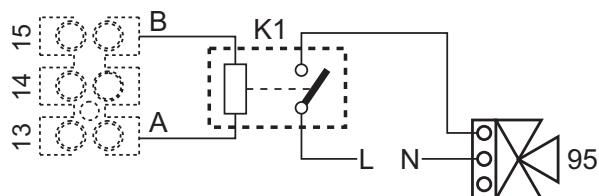
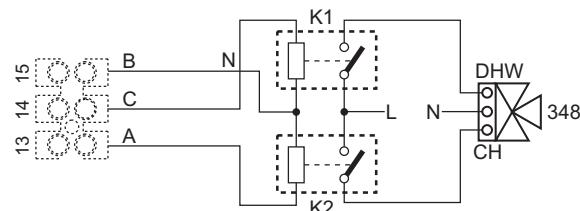

рис. 92- Подключение 3-х ходового клапана с 2 проводами
рис. 93- Подключение 3-х ходового клапана с 3 проводами
**ВНИМАНИЕ:** для подключения 3-ходового клапана (клеммы 13–14–15) см. схемы рис. 92 и рис. 93.